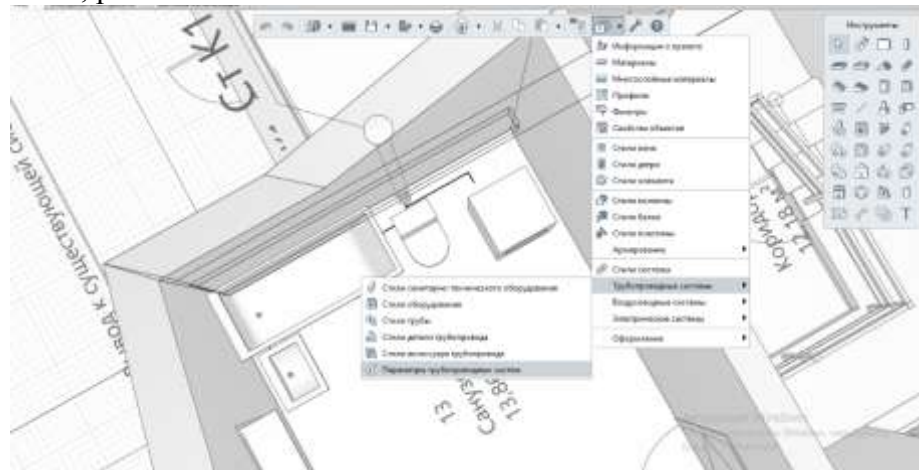

Рисунок 6.12 – Управление стилями
3. Зайдите во вкладку Управление стилями / Трубопроводные системы / Параметры трубопроводных систем, рис.6.12.